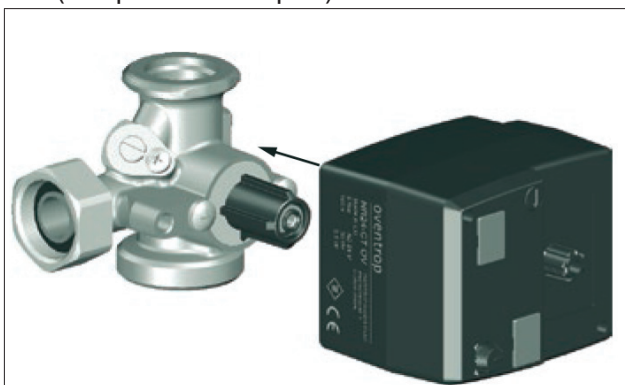

Рис. 4: Установить сервомотор
4. Надеть сервомотор (поз. 3, рис 1 на стр. 7) на адаптер (см. рис. 4 на стр. 10).